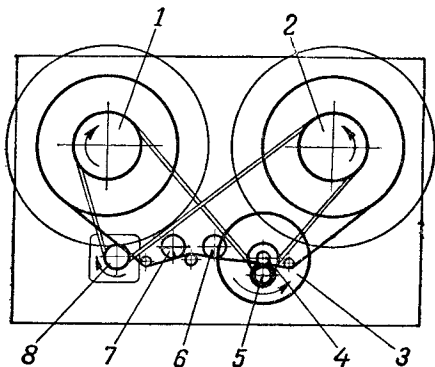

Рис. 35. Кинематическая схема лентопротяжного механизма.
**Лентопротяжный механизм.** Кинематическая схема лентопротяжного механизма показана на рис. 35. Механизм приводится в движение асинхронным электродвигателем типа КД-2. При записи и воспроизведении вращение от электродвигателя передается общим пассиком